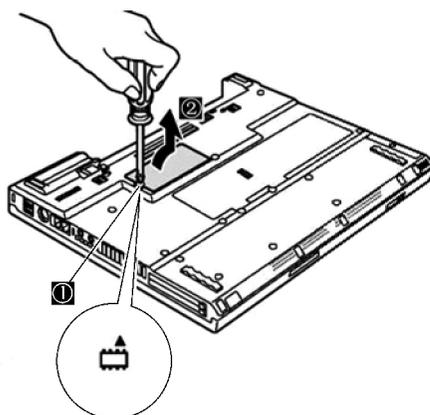

图 2-65 拆掉内存盖
1) 如图 2-65 所示，使用小十字螺钉旋具旋松内存盖螺钉“①”（此螺钉一般是不能退出来的），然后在螺钉“①”处向箭头“②”方向拉，即可拆掉内存盖，露出内存条。